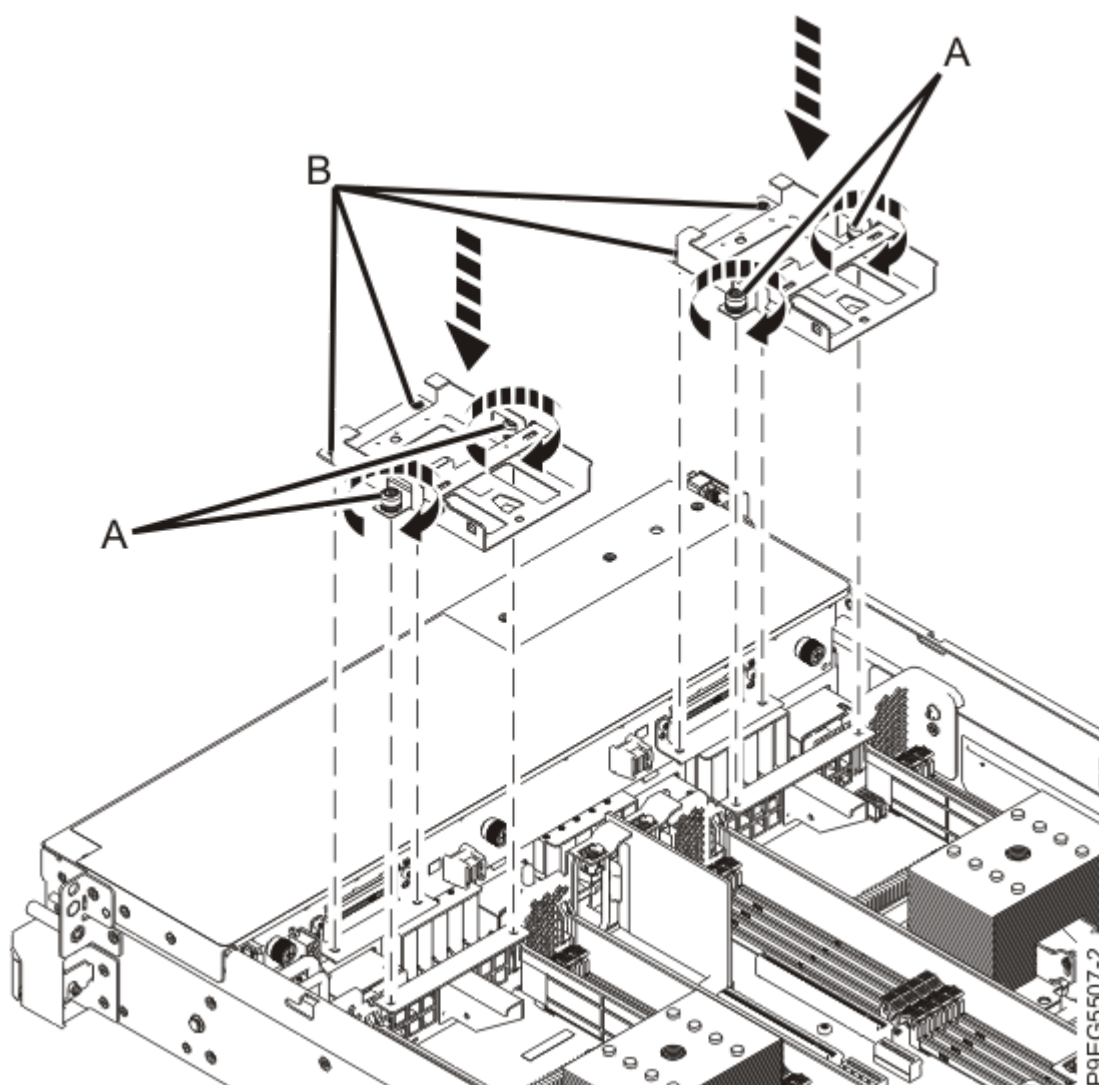

Abbildung 21. Laufwerkhalterungen wiedereinbauen
7. Bauen Sie die Laufwerkhalterungen innerhalb des Systems wieder ein (siehe Abbildung 21 auf Seite 23).